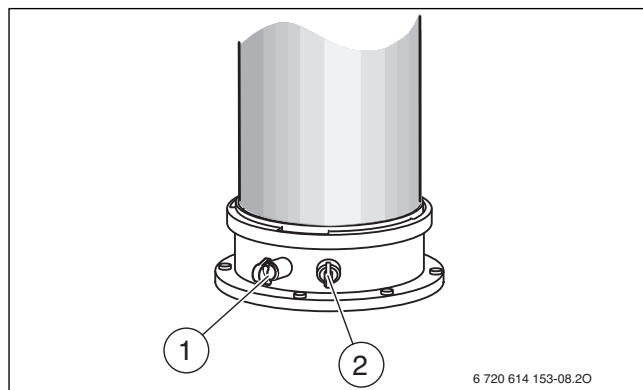

Fig. 46 Manicotti di misurazione dei gas combusto e dell'aria comburente
- ▶ Rimuovere il tappo sul manicotto di misurazione dell'aria comburente [2] (→ fig. 46).
- ▶ Rimuovere il tappo dal manicotto di misurazione dei gas combusto [1] (→ fig. 46).